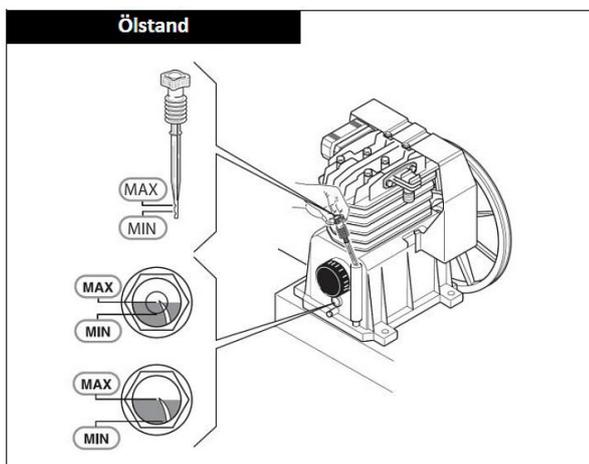

Abb. 4: Ölstand-Anzeige
Schritt 5: Den Verschluss vom Verdichter-Gehäuse abnehmen und den Ölstand-Prüfstab einstecken. Den Ölstand prüfen. Der Ölstand muss zwischen dem Höchst- und dem Mindestwert des Schauglases bzw. des Ölmesstabs liegen (Abb. 4).